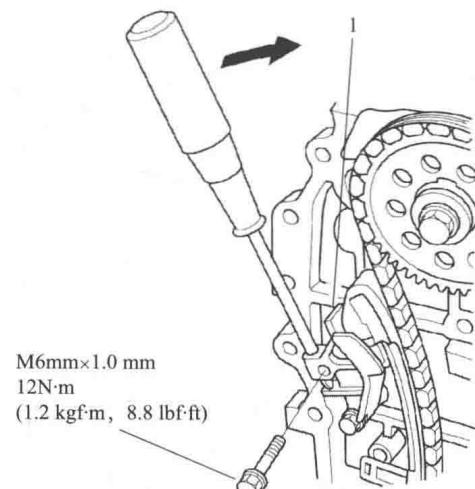

图 1-1-16
(9) 在凸轮链条张紧器滑块 1 的滑动表面上涂抹新的发动机机油，如图 1-1-16 所示。
(10) 顺时针转动凸轮链条张紧器滑块以压紧凸轮链条张紧器，安装剩余的螺栓，然后紧固螺栓。